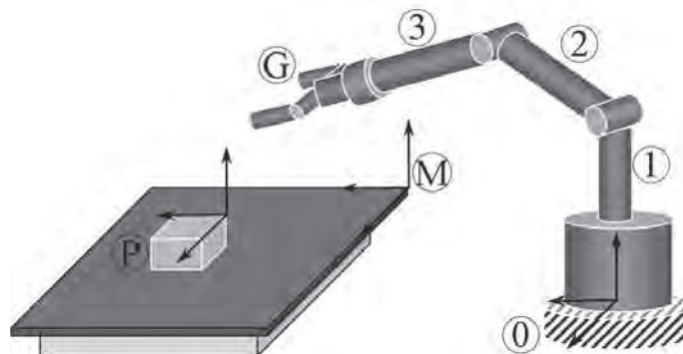

Figura 2
3. Plantear, mediante la ecuación de transformación, la obtención de matriz de transformación Garra (G) – Pieza (P) del robot de la figura 2. (1p)